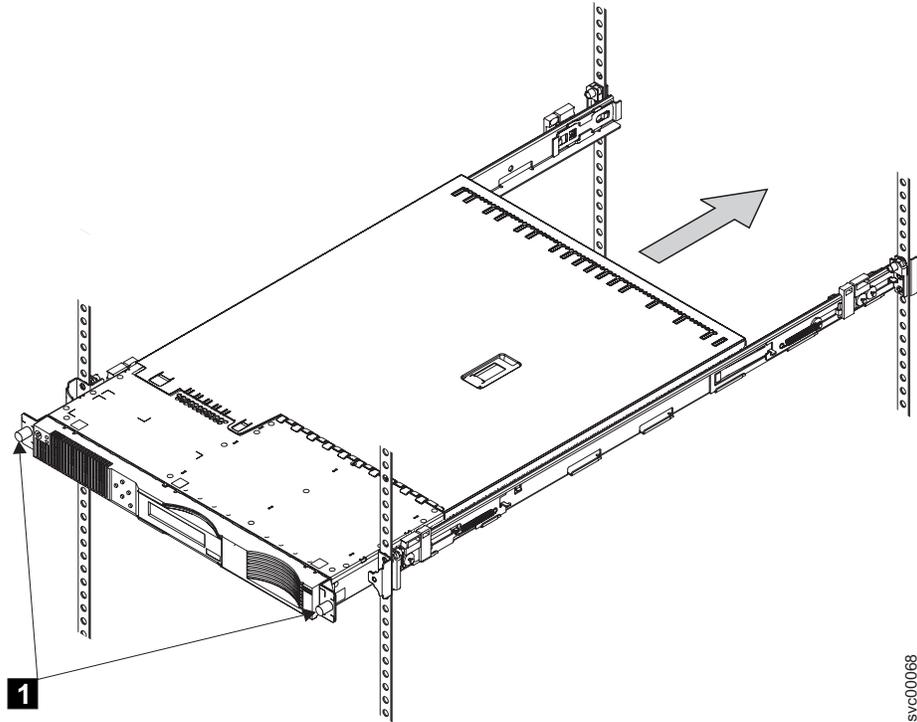

図 27. 前部ねじでの SAN ボリューム・コントローラー 2145-4F2 の取り付け
2. 2 本の前部ねじ (55 ページの図 27 の **1**) を留めます。
注: レール・アセンブリの前面の外観は、55 ページの図 27 に示す前面とは異なります。